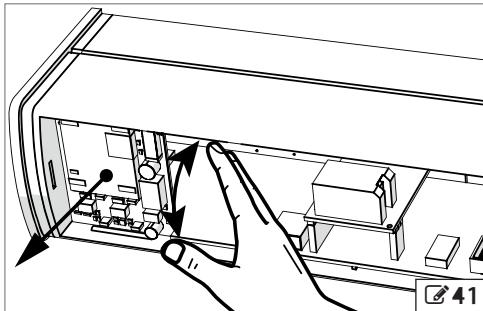

fig. 41
4. Élargir légèrement le boîtier pour démonter l'afficheur de son logement à encastrement (fig. 41).